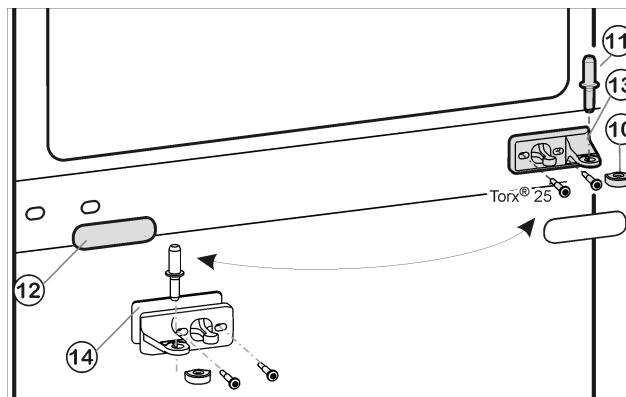
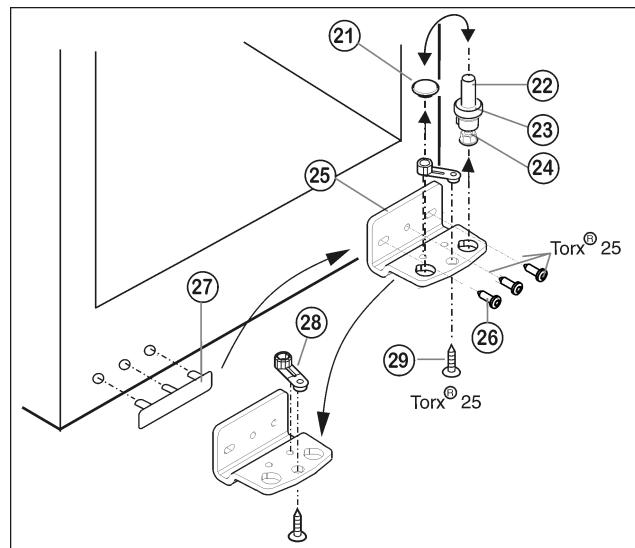

Fig. 5
Fig. 6
- Retirer le pivot central Fig. 5 (11) de sa charnière et de la porte inférieure.
- Retirer le capuchon en plastique Fig. 5 (10).
- Dévisser le support d'appui du milieu Fig. 5 (13) (2 Torx® 25).
- Retirer avec précaution le panneau-cache Fig. 5 (12).
- Visser le support d'appui du milieu Fig. 5 (13) avec le support pivoté Fig. 5 (14) de 180° sur le nouveau côté charnière (avec 4 Nm).
- Encliquer de nouveau le panneau-cache Fig. 5 (12) tourné de 180° sur le nouveau côté poignée.
- ▶ Dévisser le pivot Fig. 6 (22) complètement avec le disque Fig. 6 (23) et le pied réglable Fig. 6 (24) vers le haut.
- ▶ Enlever le bouchon Fig. 6 (21).
- ▶ Dévisser Fig. 6 (26) le support d'appui Fig. 6 (25).
- ▶ Dévisser l'élément pivotant Fig. 6 (28) et le permutez dans le trou opposé du support d'appui.
- ▶ Soulever le cache côté poignée Fig. 6 (27) avec précaution et le positionner sur le côté opposé.
- ▶ Revisser à fond le support d'appui Fig. 6 (25) sur le nouveau côté charnière en utilisant une visseuse sans fil si nécessaire, avec un couple de serrage de **4 Nm**.
- ▶ Replacer le bouchon Fig. 6 (21) dans l'autre trou.
- ▶ Replacer le pivot Fig. 6 (22) complètement avec le disque et le pied réglable. Faire attention à ce que les ergots d'encliquetage soient tournés vers l'arrière.
- ▶ Placer la porte supérieure par le haut sur le pivot inférieur Fig. 6 (22).
- ▶ Remettre le capuchon en plastique Fig. 5 (10) sur le support d'appui central Fig. 5 (13).
- ▶ Placer le pivot du milieu Fig. 5 (11) sur le nouveau côté charnière à travers le support d'appui central Fig. 5 (13) dans la porte inférieure.
- ▶ Placer la porte supérieure sur le pivot du milieu Fig. 5 (11).
- ▶ Aligner éventuellement les portes à la carrosserie grâce aux deux trous longitudinaux dans le support d'appui inférieur Fig. 6 (25) et le support d'appui central Fig. 5 (13). Pour cela, dévisser la vis centrale du support d'appui inférieur Fig. 6 (25).